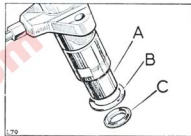

Fig. 82. Colocación de las arandelas del inyector.
- Se extraerá el conjunto del porta-inyector con sus arandelas de cobre y acero de unión a la culata y se instalará el nuevo porta-inyector teniendo cuidado de no deteriorar el inyector, con las dos arandelas nuevas, debiendo situar la de acero con la parte hueca hacia abajo (fig. 82).